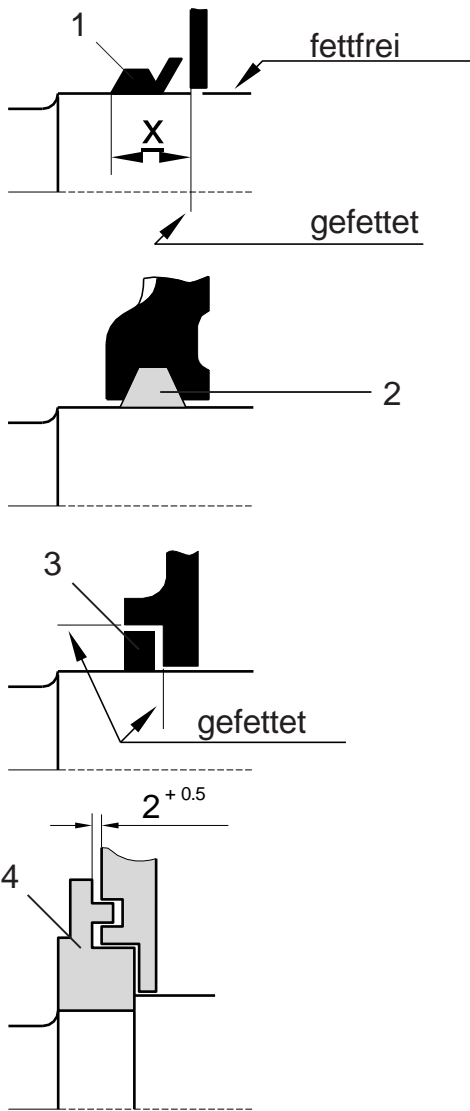
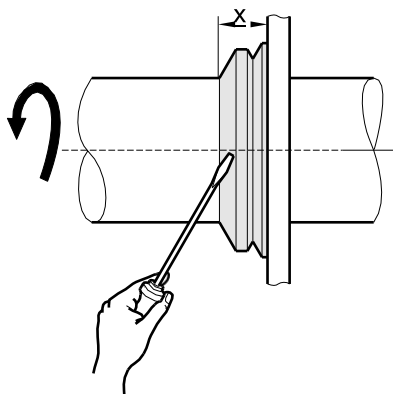

Bild 11: 1 V-Ring
Bild 12: V-Dichtring
5.4 Lagerdichtungen (Bild 11)
- Neue Filzringe (2) vor dem Einbau in die Lagerdeckel in 80°C heißem, hochviskosem Öl gut tränken. Welle muß leicht im Filzring gleiten und radial gut von ihm umschlossen sein.
- Dichtringe (3) und V-Ringe (1) z.B. mit Schraubendreher bei gleichzeitigem Drehen der Welle auf-schieben (→ Bild 12).